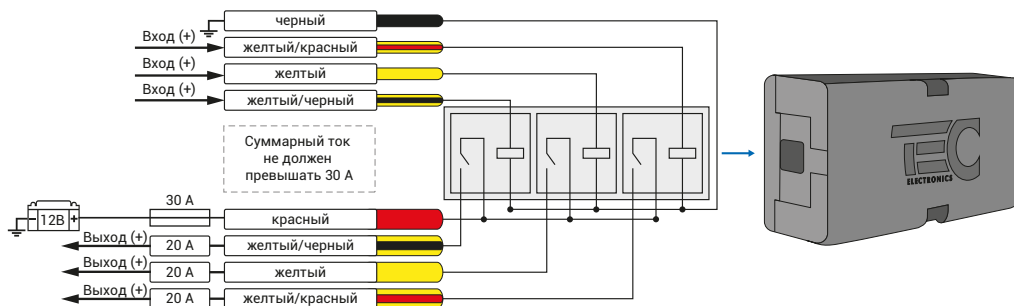
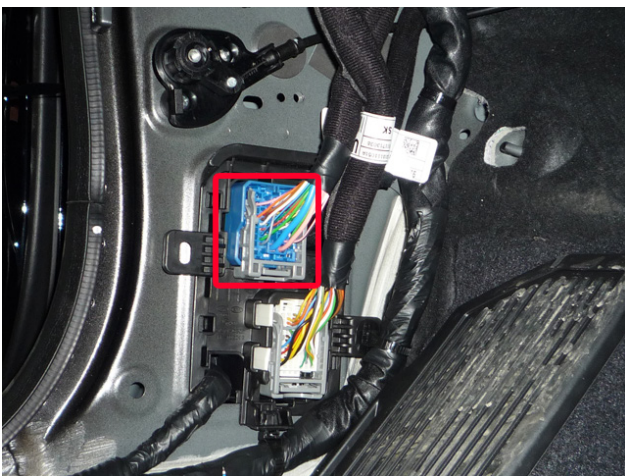

Рис.4 Релейный модуль TEC-4540
Рис.5 Место подключения к силовым цепям запуска двигателя
3. Осуществите подключение цепей автозапуска, используя провода выделенные на рисунке №3. Подключение к автомобилю производится в синем разъеме за левой кик панелью (см. рис. 5, 6). Для подключения силовых цепей используйте релейный модуль TEC-4540 (см. рис. 4).